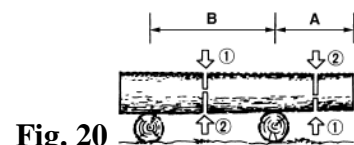

Fig. 20
- Lorsque le tronc repose sur une extrémité (Fig. 20 zone A) : couper 1/3 du diamètre par la face inférieure (coupe de bas en haut). Ensuite, réaliser la coupe finale en effectuant une coupe de haut en bas jusqu'à rejoindre la première coupe c.à.d. commencer par couper au tiers par en dessous et finir la coupe par le dessus.
- Lorsque le tronc repose sur ses deux extrémités (Fig. 20 zone B) : couper 1/3 du diamètre par la face supérieure (coupe de haut en bas). Ensuite, réaliser la coupe finale en effectuant une coupe de bas en haut pour rejoindre la première coupe c.à.d. couper au tiers sur le dessus et finir la coupe par en dessous.